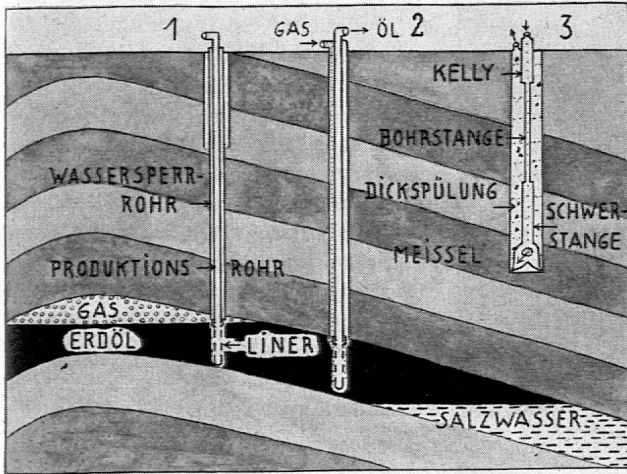

Fig. 1. Schema eines Oelfeldes.
6. Die oberste *Bohrstange* (drill stem), die eben von den Bohrmeistern eingeschraubt wird, ist hohl und ist unter der Drehbühne geöffnet dargestellt, damit man den Inhalt sehen kann, die Dickspülung. Das ganze Bohrgestänge besteht aus drei Sorten Röhren: Unmittelbar unter dem Drehtisch wird jeweils die sogenannte Mitnehmerstange (kelly) eingesetzt; darunter folgen eine grosse Zahl normaler Bohrstangen wie Nr. 6, und zu unterst werden einige *Schwerstangen* (drill collar) zugefügt, deren Gewicht auf dem Bohrmeissel lastet und ihm den nötigen Bohrdruck verleiht. An der untersten Schwerstange ist der Meissel angeschraubt. Die erste Bohrstangenserie in Altishofen hatte $4\frac{1}{2}$ Zoll Durchmesser (vgl. Fig. 1).
10. Die obersten dicken Röhre heissen *Standrohre* (conductor pipes); diese Stand- oder Leitrohre dienen zum Abschluss des Bohrlochs gegen Wasser und zur Verankerung der über dem Bohrloch eingebauten Sicherheits-Absperrvorrichtungen, die im Bild weggelassen sind (vgl. Fig. 1).
12. Die *zementierte Zone* (cementation) reicht zirka 150 m über die Oelschicht und ist grau mit schwarzen Punkten gemalt. Das Zementieren ist eine ziemlich heikle Sache. Für den modernen Bohrbetrieb hat man Spezialzementwagen hergestellt. Der Bohrmeissel hängt am untern Ende des Bohrgestänges und rotiert in einer Kühlflüssigkeit, der Dickspülung (siehe unten). Nachdem der Meissel tief in die Oelage eingedrungen ist, wird an Stelle des Meissels ein durchlöcherteres Rohr (liner) eingebaut, durch dessen Oeffnungen dann Erdgas und Erdöl in das Produktionsrohr einströmen können (vgl. Fig. 1).
Altishofen), der die Masse auffangen soll. Dann wird auf das Tubingrohr eine reichverzweigte Röhre aufgesetzt (*Christmastree* — Nr. 22, im Bild unten rechts), der das flüssige Gold in verschiedene Verzweigungen ableiten soll (vgl. Fig. 1). Das selbsttätige Aufsteigen des Erdöls hat ein Herausspritzen zur Folge, falls kein Preventer angebracht ist. In früheren Zeiten ergossen sich solche Spritzer — Gusher-spritzer — einfach 30—50 m hoch ins Freie und gerieten oft in Brand. Später grub man vorsichtshalber grosse Erdgruben rings um den Bohrturm, um eventuelle Spritzer nicht in den Boden versickern zu sehen.